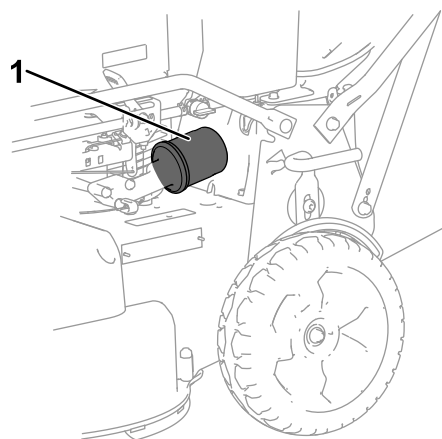

Figura 28
6. Demontați filtrul de ulei (Figura 28).